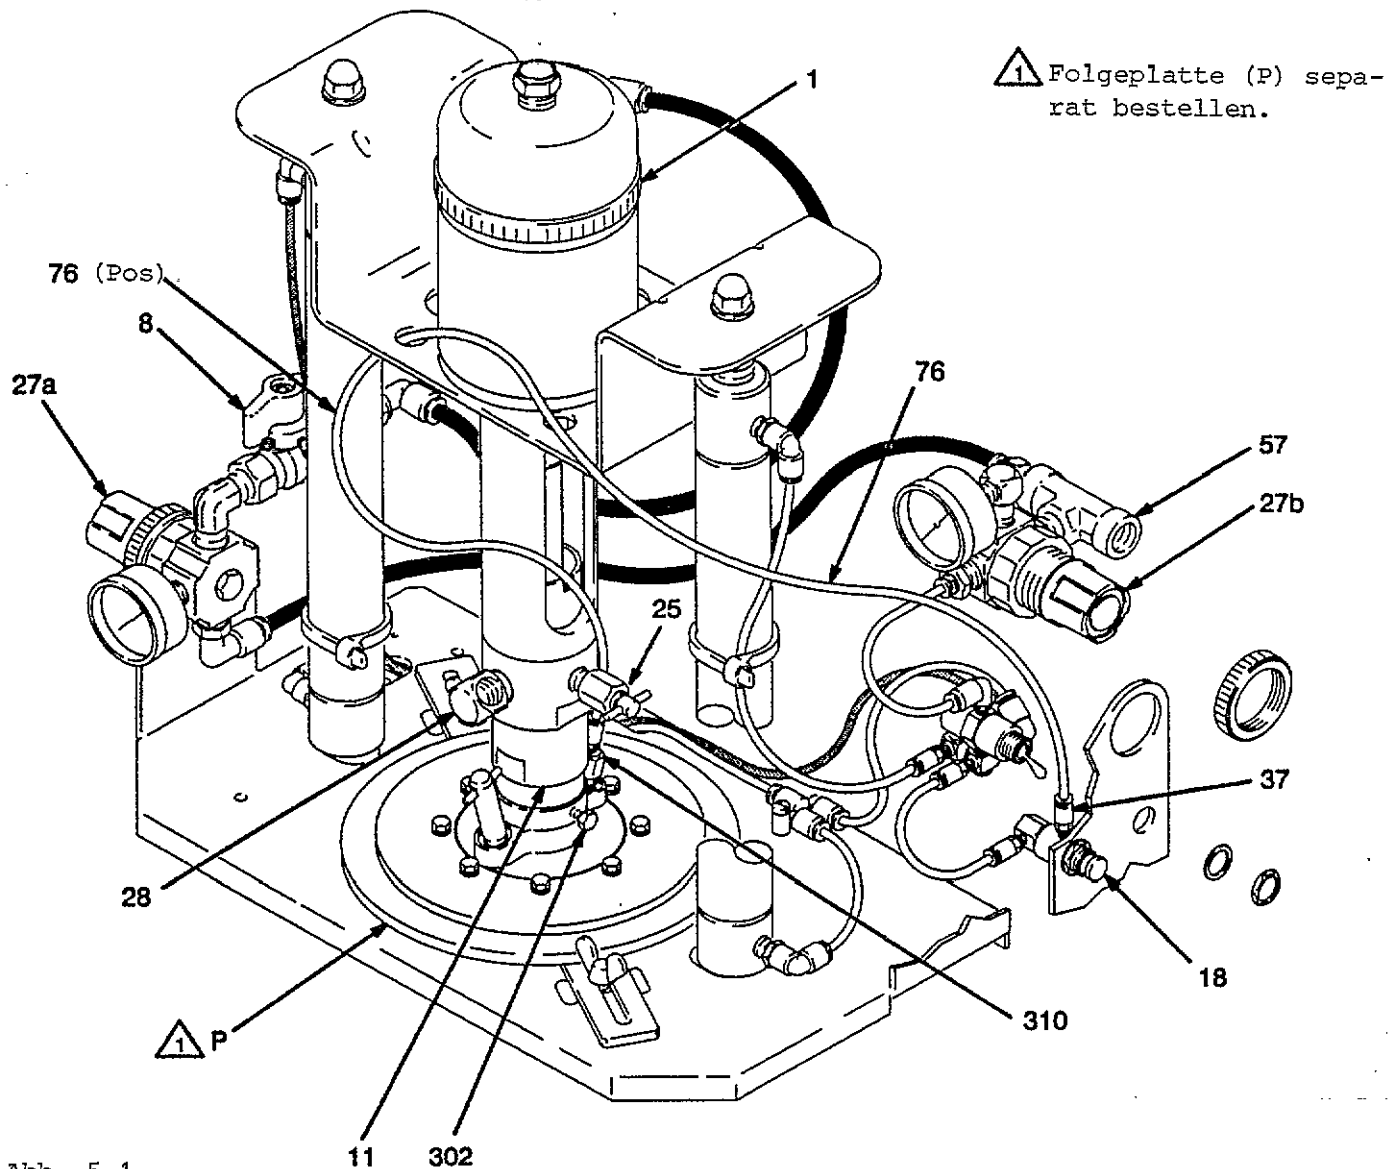

Abb. 5.1
2. Folgeplatte (P) an das Einlaßgehäuse (11) setzen und mit Klemmschraube befestigen, siehe Abb. 5.1.
3. Nylonrohr (76) vom Stecknippel (37) durch die Pumpenhalterung in den Stecknippel (310) einsetzen.
Siehe Abb. 5.1.
Die folgenden Komponenten werden mit der Pumpe mitgeliefert, siehe Abb. 5.1:
1. Alle Luftregler und Lufthähne mit Entlastungsbohrung schließen, siehe Abb. 5.1.
2. Hauptluftventil in der Hauptluftleitung öffnen und RAM-Luftregler (27b) auf 2 bar einstellen. Luftregler (27b), Schalter (36) auf UP-Position bringen und RAM voll nach oben fahren. Um die Geschwindigkeit der RAM bei der Auf- und Abwärtsbewegung zu steuern, Luftregler adjustieren.
4. Ein volles Materialgebände unter die Folgeplatte (P) plazieren.
5. Ventil (303) leicht öffnen, um Luft unter der Folgeplatte (P) entweichen zu lassen. Hände von der Folgeplatte weghalten. Ventilschalter (36) herunterdrücken, bis Folgeplatte in das Gebinde kommt. Wenn die Folgeplatte im Gebinde ist, Luftdruck reduzieren.
6. Folgeplatte so lange absenken, bis Material aus dem Entlüftungsloch austritt, dann Entlüftungsventil (303) schließen, siehe Abb. 5.1.
7. Materialbehälter mit Hilfe der Klammern (24) und Schrauben (39) befestigen.